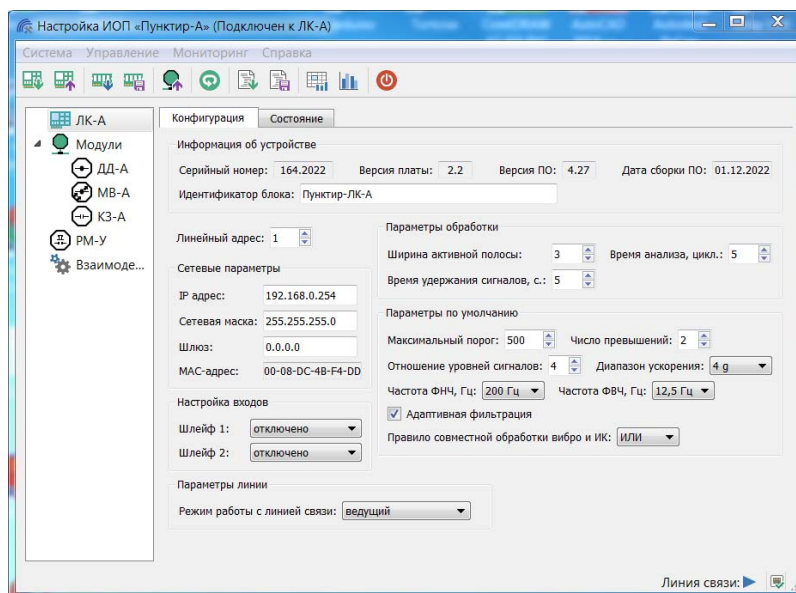

Рисунок 4. Окно ПН "Пунктир-А" раздел «ЛК-А» вкладка «Конфигурация»
5.4.6 В разделе «ЛК-А» на вкладке «Конфигурация» отображается информация и настройки ЛК-А (Рисунок 4).